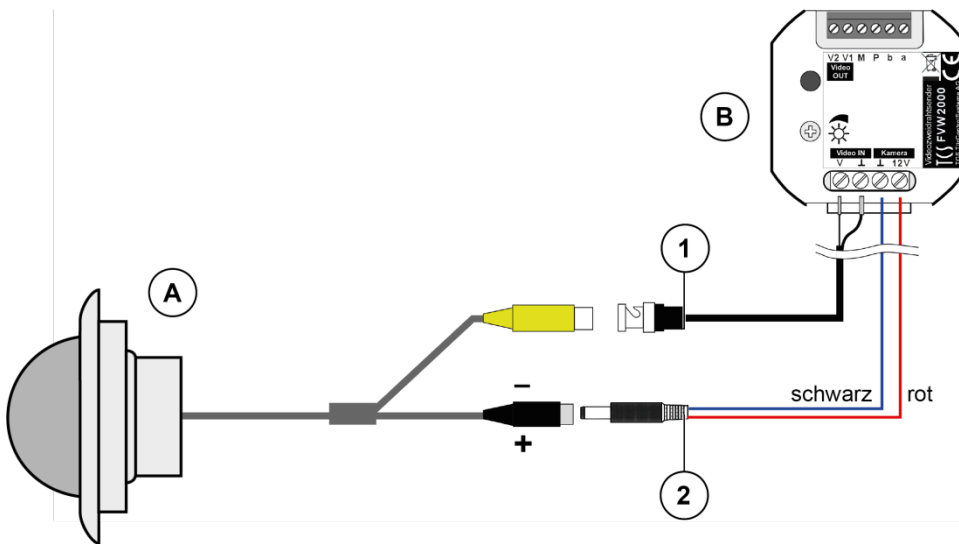

Abb. 7: Domekamera mit Videozweidrahtsender verbinden
- ▶ Schließen Sie das BNC-Verbindungskabel und das Kameraversorgungskabel am FVW2000 an, siehe Abb. 7.
- Schließen Sie das BNC-Verbindungskabel und das Kameraversorgungskabel am FVW2000-0600 an, siehe Abb. 7).